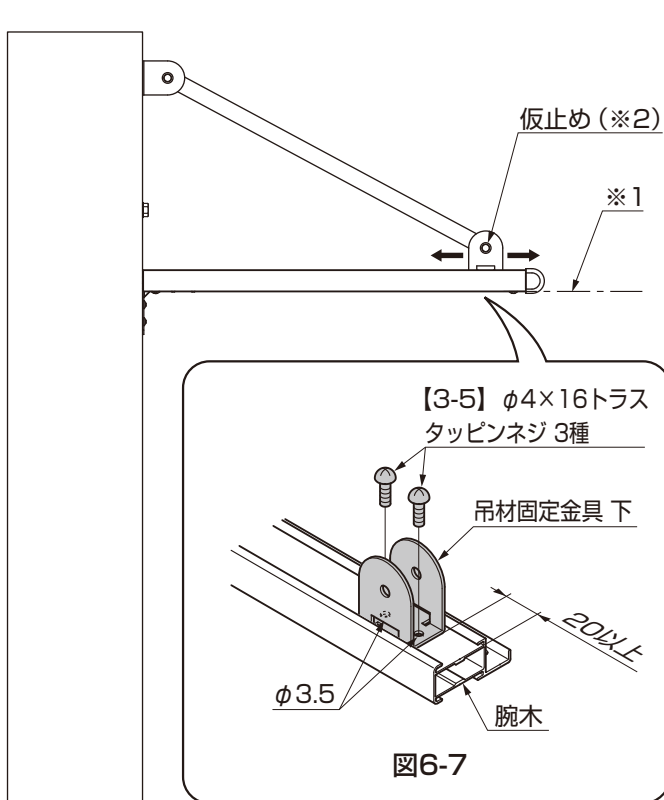

図6-6
- ④吊材・吊材固定金具 下を【3-1】、【3-2】、【3-3】、【3-4】で仮止めし(※2)、腕木の水平を調整して(※1)、吊材固定金具 下の位置を決めてください。(図6-6参照)